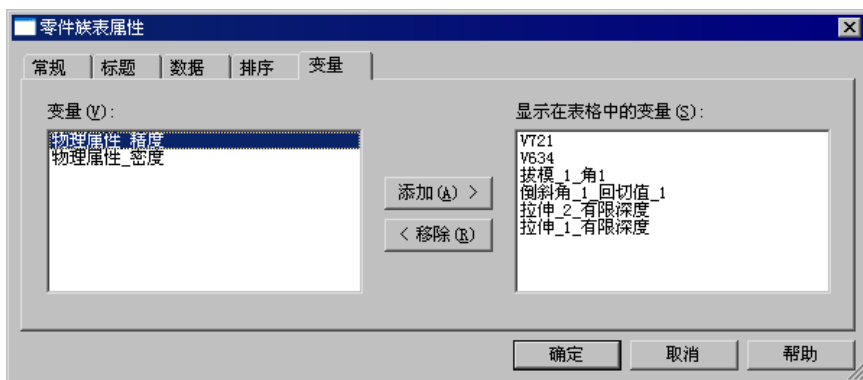

图 9.5.8 “零件族表属性”对话框
Step11. 在系统单击一个包含零件族成员的图纸视图。的提示下, 单击图形区的俯视图, 系统弹出图 9.5.8 所示的“零件族表属性”对话框。